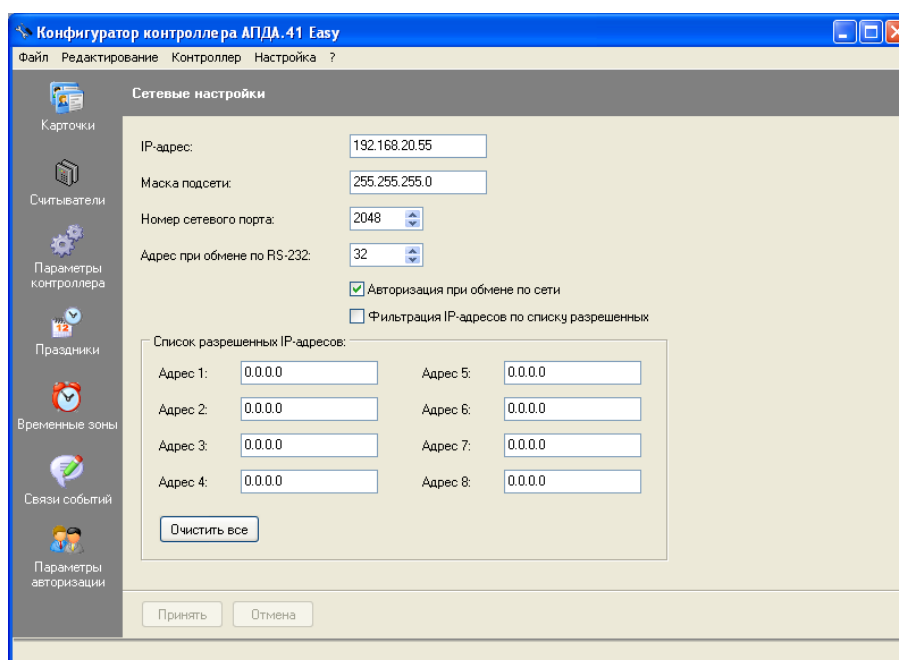

Рисунок 31
- 8) Выберите пункт меню "Редактирование/Сетевые настройки". В рабочем окне программы отобразится окно "Сетевые настройки" (см. Рисунок 31).